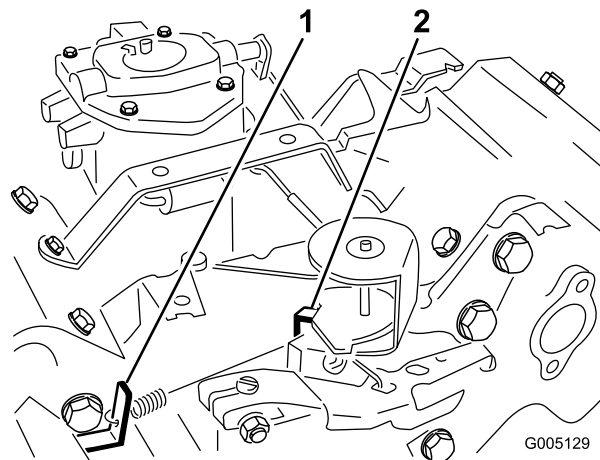

Figura 51
- Dobre o batente da mola de velocidade intermédia (Figura 51) até obter uma velocidade de 1650 ± 100 rpm. Verifique a velocidade com um tacómetro.
elevada (Figura 51) até obter uma velocidade de 2850 $\pm$ 50 rpm.